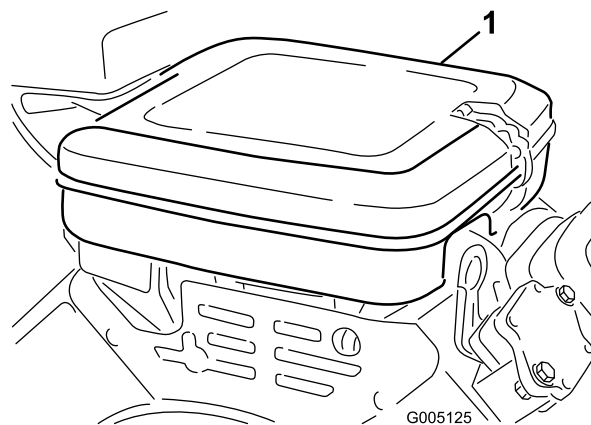

Figure 43
1. Ouvrez les clips de verrouillage et enlevez le couvercle du filtre à air (Figure 43). Nettoyez soigneusement le couvercle.